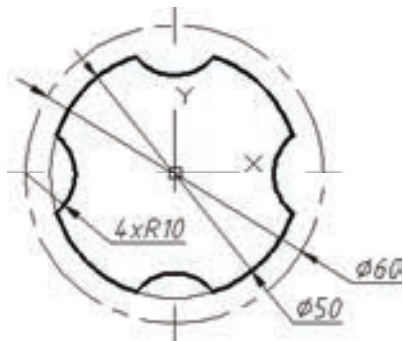

图 9-43 绘制二维图形
- 1) 新建一个图形文件，在图形区域中绘制图 9-43 所示的二维图形（粗实线部分）。